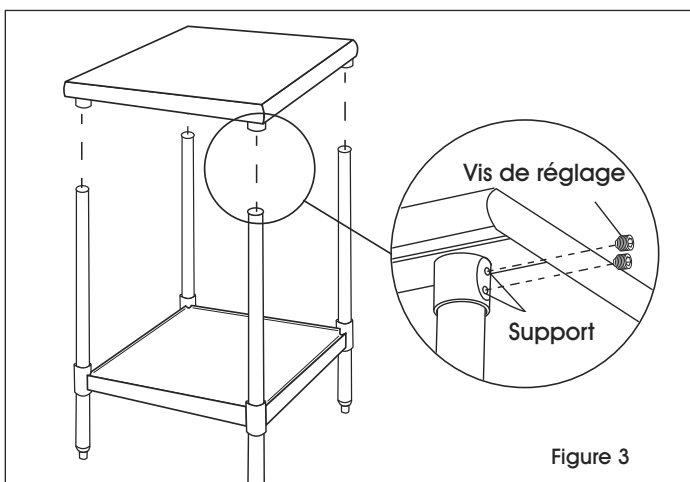

Figure 3
3. Stand table upright and place tabletop onto legs, inserting legs into tabletop gussets. With a 5/32" Allen wrench, tighten set screw on each gusset. (See Figure 3)
- Placez la table à la verticale et installez la surface de table sur les pieds tout en les insérant dans les supports de la surface. À l'aide de la clé Allen de 5/32 po, serrez les vis se trouvant sur chaque support. (Voir Figure 3)